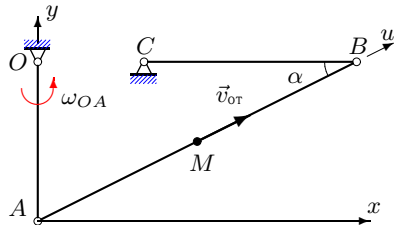

Рис. 118
1. Вводим неподвижную систему координат xy , совмещая ее начало с положением шарнира A механизма в заданный момент времени. Вдоль стержня AB , по которому движется точка, располагаем подвижную ось u , направляя ее в сторону движения точки (рис. 118). Зная закон относительного движения $\sigma(t) = 15t^2e^{t-2}$, определяем положение точки относительно звена при $t = 2$ с: $AM = \sigma(2) = 60$ см, т.е. точка находится в центре звена AB . Определяем координаты шарниров в неподвижных осях координат: